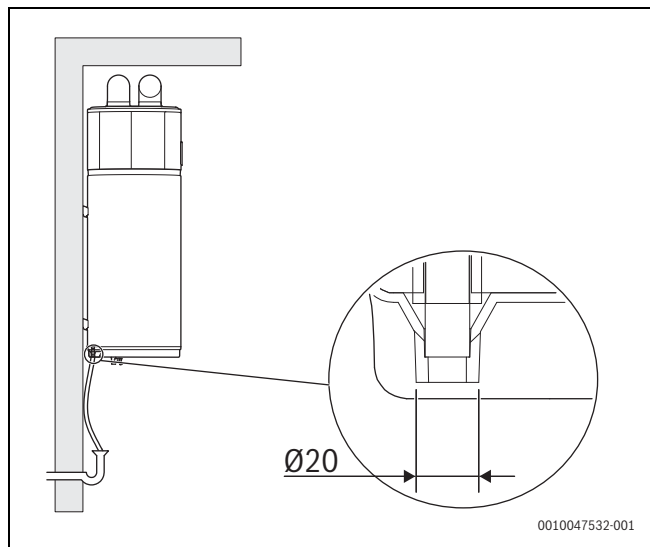

Fig. 21 Ligação da drenagem de condensados
- ▶ Ligar uma tubagem flexível Ø 20 mm (Fig. 21).